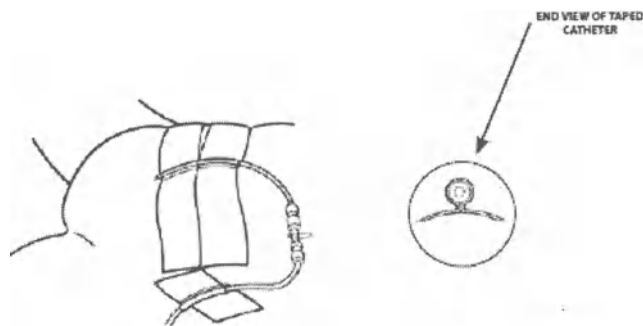

Fig. 2
15. Закрепите соединительную трубку на животе (Рис. 2).
Конечный вид закрепленного катетера Рис. 2